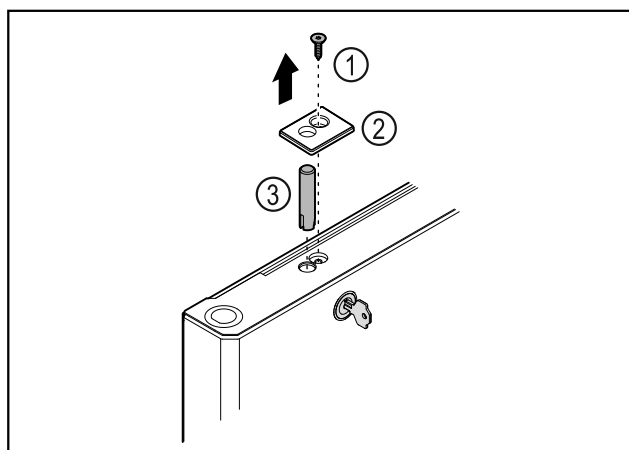

Fig. 42
- Poista ruuvi Fig. 42 (1).
- Paina suojus Fig. 42 (2) pienellä ruuvimeisselillä paikalleen ja ota se pois.
- Vedä lukkopultti Fig. 42 (3) ulos.